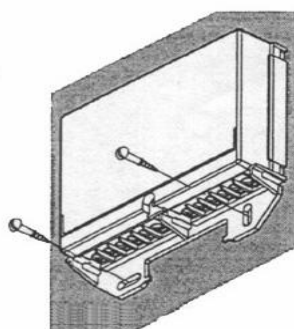

图1
- 如图1所示，DC1131-AA中继模块可以直接安装在墙壁上或天花板上，也可以安装在预埋接线盒上，用两颗螺钉进行固定，安装孔中心距离应为 $60\pm 4\text{mm}$ 。如果接线和端子不宜外露，应将模块安装在事先固定在墙上的通用或专用盒（箱）内。